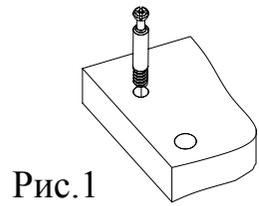

Рис.1
1. Подготовьте детали к сборке. Вкрутите шпильки минификсов в детали 1, 2, 5 (Рис. 1). Затем вставьте головки минификсов и шканты в детали 1, 2, 4 (Рис. 2).